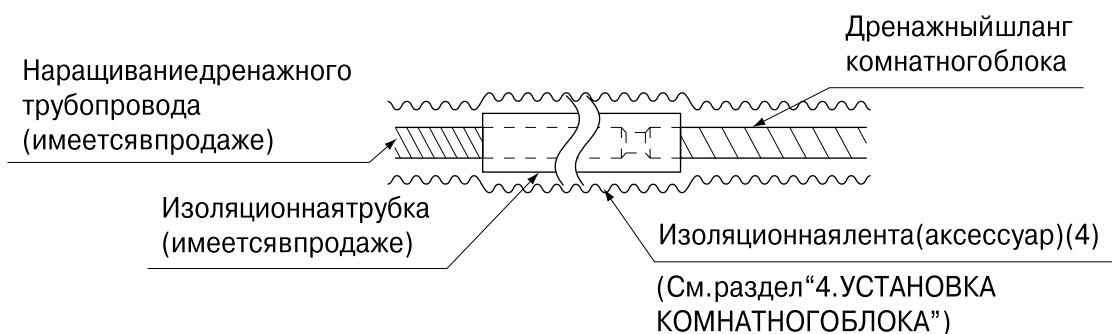

Рис. 17
- При наращивании дренажного шланга пользуйтесь имеющимся в свободной продаже удлинительным шлангом и следите за надлежащей изоляцией наращиваемого участка дренажного шланга, располагаемого в помещении. (См. рис. 17)